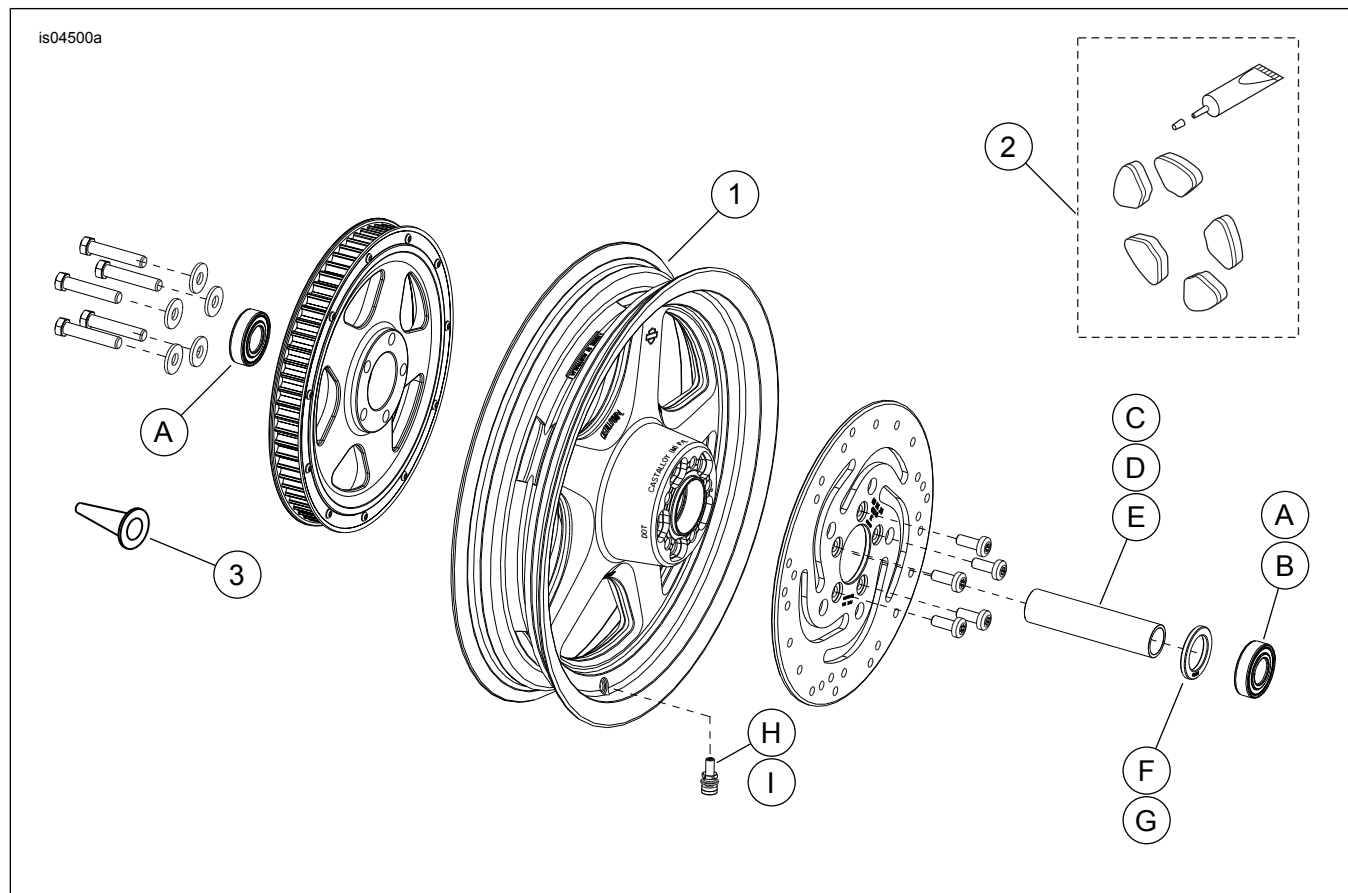

Figura 1. Parti di ricambio: Ruote posteriori Thunderstar
Vedere Figura 1 e Tabella 2.
2. Vedere Figura 1. Montare sulla ruota il gruppo dello stelo della valvola (H o I). Consultare il manuale di manutenzione.